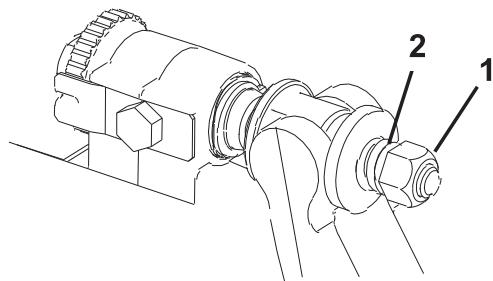

図 26
- スプリングがつぶれるまでテンション・ナットを締め、そこから半回転戻す（図26）。